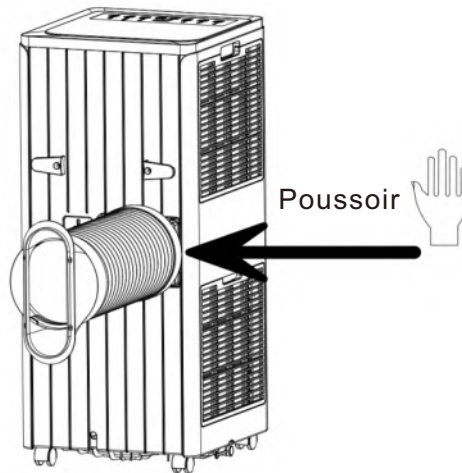

Figure 1
1.1 Installez l'ensemble du caloduc (comme indiqué sur la figure 1)
- 2) insérez l'ensemble du caloduc (l'extrémité du joint d'échappement) dans la fente d'aération du panneau arrière (poussez vers la gauche) et terminez l'assemblage (comme indiqué sur la figure 1).